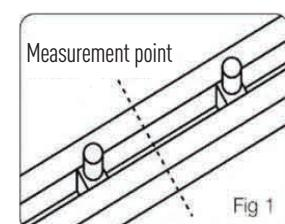

Fig 1
**GB** • 1. Leave the plastic covers on each end of the rail in place when measuring. 2. Measure from the side with the wand and mark the point where the rail is to be cut. 3. Remove the lock ring (white C-ring) on the internal wand using the Allen key. Remove the plastic cover at the end. 4. If the measurement point is more than half the distance between two carriers then the subsequent carrier should be retained (fig. 1 and 2). 5. Cut the rail and internal wand by exactly the same amount. Remove the excess carriers.
**NO** • 1. La plastdekslene i hver ende av skinnen sitte på når du mäter. 2. Mål fra siden med trekkstangen og marker punktet der skinnen skal kuttas. 3. Fjern låseringen (vit C-ring) på innvendig styrerstang ved hjelp av unbrakonøkkelen. Fjern så plastdekslet som sitter på enden. 4. Hvis målepunktet er mer enn halvparten av avstanden mellom to glidere skal påfølgende glider også beholdes (fig. 1 og 2). 5. Kutt skinnen og innvendig styringsstang nøyaktig like mye. Trekk overflødig glidere av.
**SE** • 1. Låt plastskydden i vardera änden av skenan sitta kvar när du mäter. 2. Mät från sidan med dragstången och markera punkten där skenan ska kapas. 3. Ta bort läsringen (vit C-ring) på den inväntiga vridstången med hjälp av insexförstärkningsringen. Ta sedan bort plastskyddet som sitter i änden. 4. Om målepunkten är mer än hälften av avståndet mellan två glid ska påföljande glid också behållas (bild 1 och 2). 5. Kapa skenan och den inväntiga dragstången exakt lika mycket. Dra bort överflödiga glid.